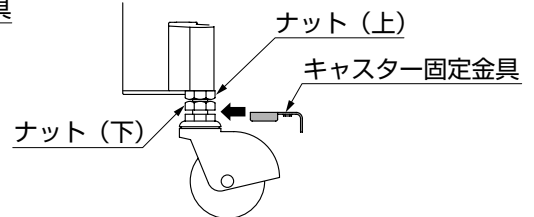

図10-2
- ②キャスター固定金具を「ナット (下)」の下側に挿入し、「ナット (下)」でキャスター固定金具を固定してください。(図10-2参照)
- ④「ナット (上)」を上へあげて固定してください。(図10-2参照)